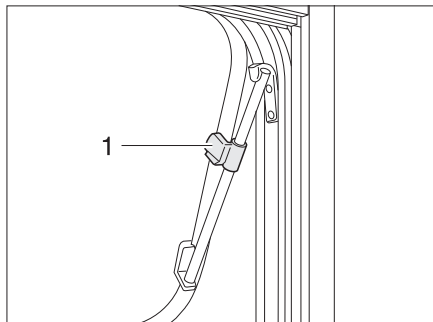

Fig. 67 Fenêtre projetante avec bras pivotants, ouverte
- Ouvrir la fenêtre projetante jusqu'à la position désirée et la bloquer avec la molette (Fig. 67,1).
- Tourner la molette (Fig. 67,1) jusqu'à ce que le dispositif de blocage soit libéré.